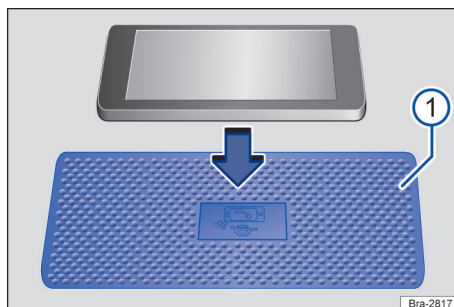

Fig. 140 Imagine de referință: suprafață de așezare cu inserție pentru încărcător accesorii wireless.
La unele autovehicule, pe suprafața de așezare este imprimat simbolul unui telefon, care marchează poziția centrală a încărcătorului de accesorii wireless → fig. 140 ①.